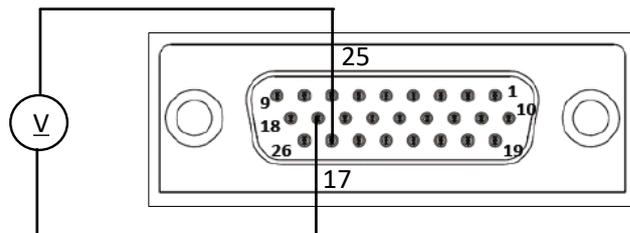

図3-12 出力電流のリモートアナログモニタリングの接続
2. 図3-12に示すようにJ1コネクタの配線を行い、ACパワースイッチをONにしてください。